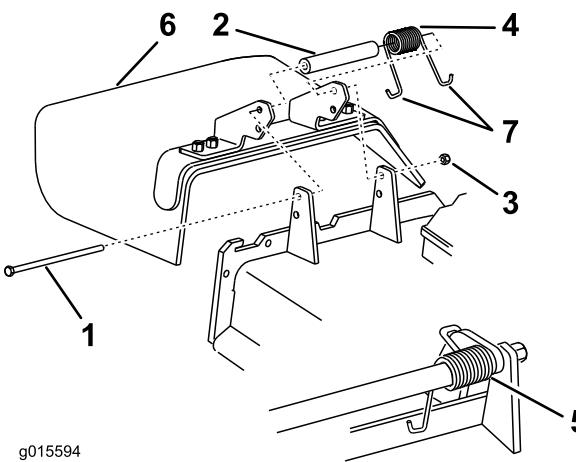

Figura 89
1. Retire la contratuerca, el perno, el muelle y el espaciador que sujetan el deflector a los soportes de pivote (Figura 89).
2. Retire el deflector de hierba dañado o desgastado (Figura 89).
Nota: Asegúrese de colocar un extremo con gancho en J del muelle detrás del reborde de la carcasa antes de instalar el perno, según se muestra en Figura 89.
6. Coloque 1 extremo en J del muelle alrededor del deflector de hierba (Figura 89).